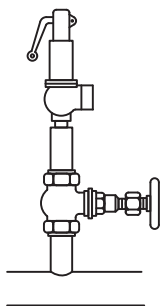

Рис. 4
- 5.3** Не должно быть никаких дополнительных клапанов или фитингов на трубопроводе перед предохранительным клапаном (рис. 4).